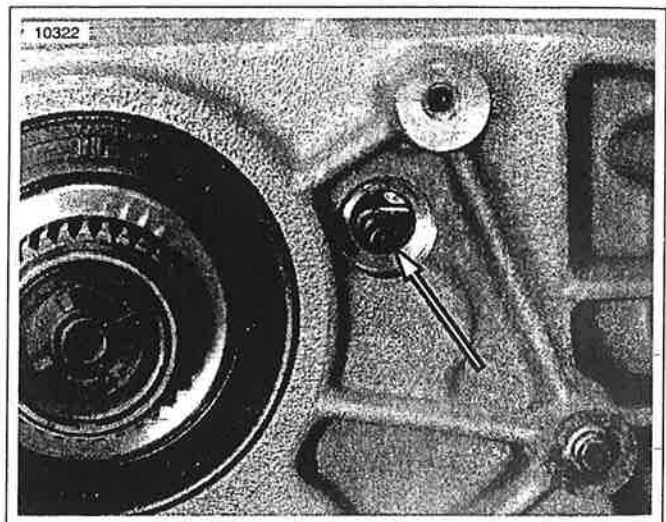

Figura 6-27. Retén de neutro del tambor de cambios
7. Vea la Figura 6-27. Coloque la transmisión en neutro. Quite el interruptor de neutro para asegurar que pueda verse el retén del tambor de cambios indicando que la transmisión está en neutro.